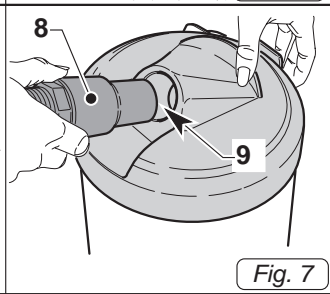

Fig. 7
- Indsæt manchetten (8 Fig.7) slange leveres i luftindtag hullet (9 Fig.7).